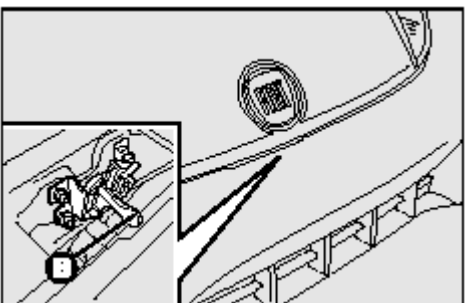

рис. 96
- Переместить рычажок **B** - **рис. 96**, и поднять капот;
### Регулировка пучка света рис. 96